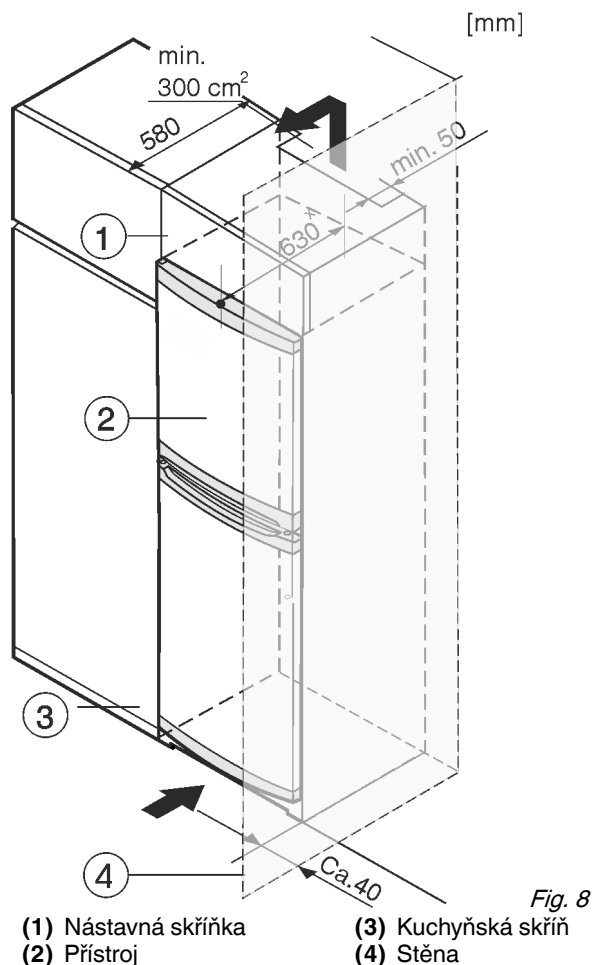

Fig. 8
- (1) Nastavná skříňka
- (2) Přístroj
- (3) Kuchyňská skříň
- (4) Stěna
Přístroj lze zabudovat do kuchyňských skříní. K vyrovnání přístroje *Fig. 8 (2)* na výšku kuchyňské linky lze na přístroj nasadit nástavec *Fig. 8 (1)*.
Při montáži do kuchyňských skříní (hloubka max. 580 mm) lze přístroj instalovat hned vedle kuchyňské skříně *Fig. 8 (3)*. Přístroj přesahuje přední stěnu kuchyňské skříně na stranách o 34 mm * a uprostřed o 50 mm *.
Když se přístroj instaluje závěsy vedle stěny *Fig. 8 (4)*, musí být vzdálenost přístroje od stěny alespoň 40 mm. To odpovídá přesahu madla při otevřených dveřích.